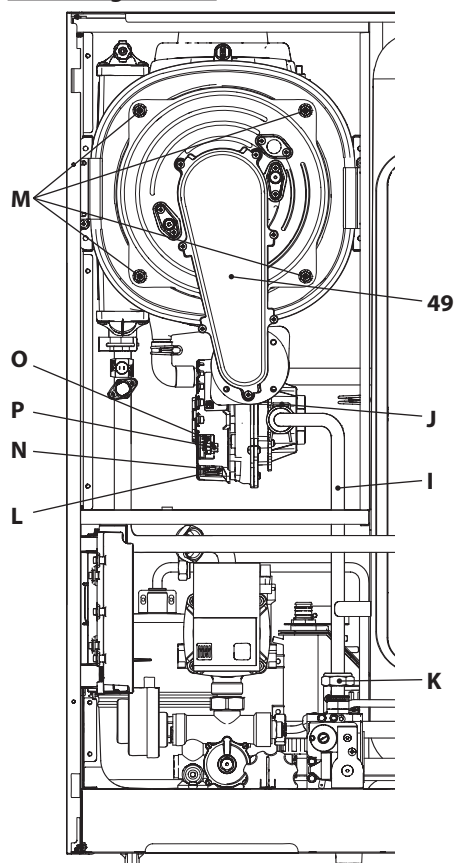

Figura 9.14
Rimozione del gruppo bruciatore ventilatore 49 in Figura 9.14.
- Inserire un cacciavite piano nella rientranza L del connettore N e fare leva verso il basso, contemporaneamente scollegare il connettore N tirandolo frontalmente (Figura 9.14).
- Scollegare il connettore del ventilatore O premendo il gancio in plastica P posizionato nella parte sottostante del connettore (Figura 9.14).
- Svitare i dadi M e rimuovere il gruppo bruciatore ventilatore 49 (Figura 9.14)